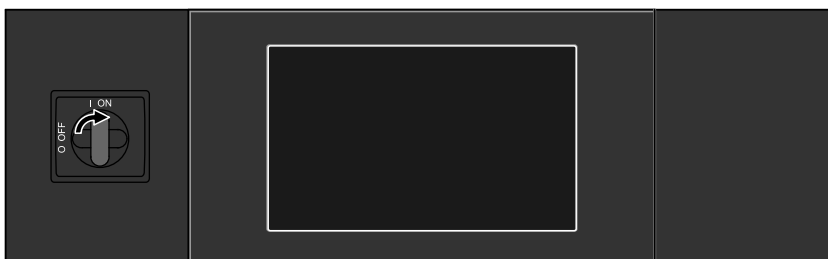

Abb. 9
6. Netzschalter der Vitocontrol einschalten: Siehe Abbildung 9.